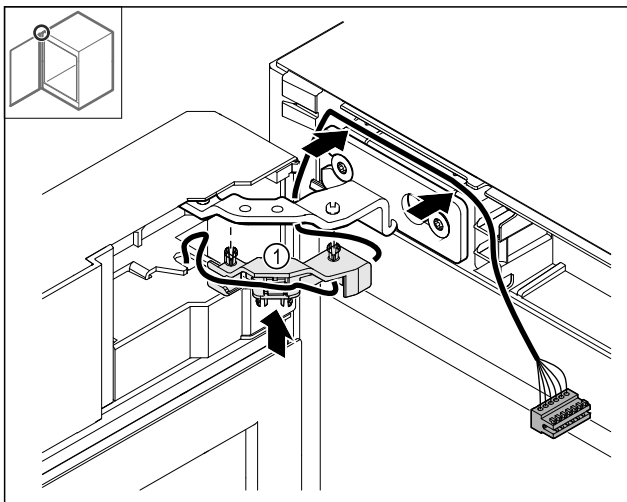

Fig. 51
- Притисніть кабельний тримач так, Fig. 51 (1) щоб він увійшов у шарнір.